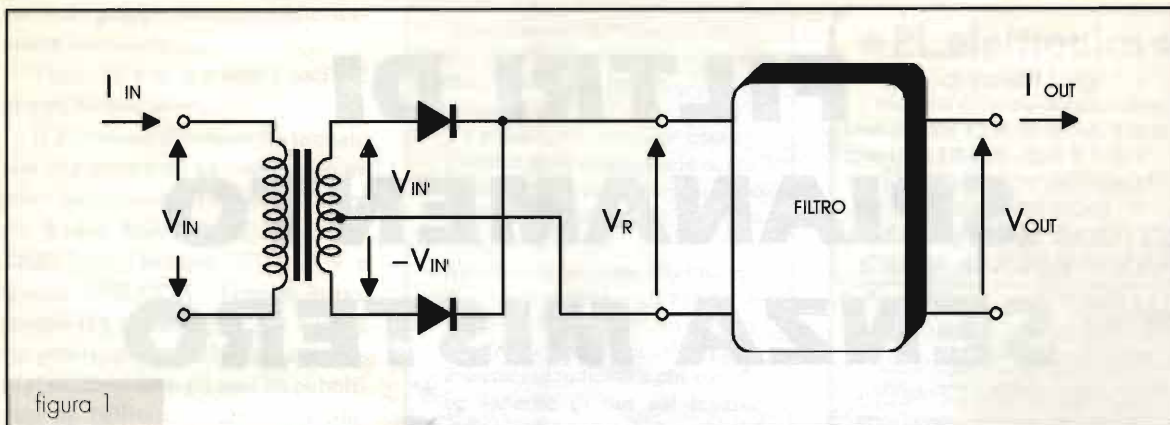

figura 1
- 1) trasformatore con presa centrale e raddrizzatore composto da due diodi (figura 1);